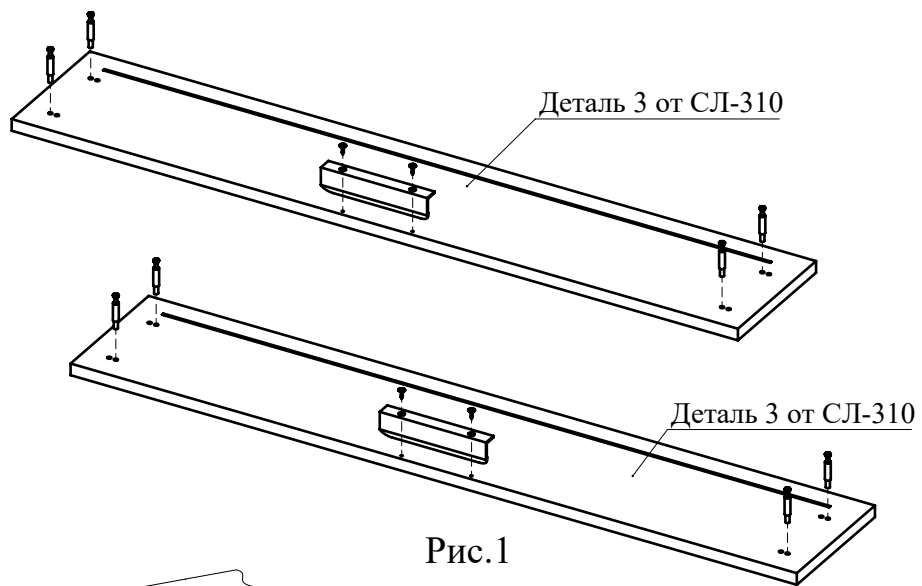

Рис.1
1. Подготовьте детали к сборке. Вкрутите шпильки минификсов в детали 3 от СЛ-310 (Рис. 1).
2. С помощью шурупов 3,5x12 прикрутите ручки на фасад ящика (Рис. 1).